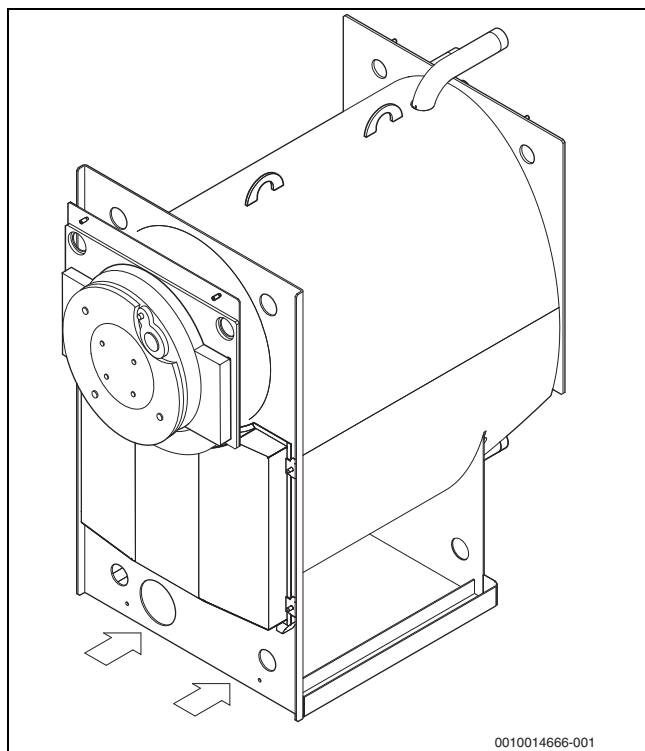

Fig. 5 Transportul cazanului cu motostivuitoarea
- Așezați furca sub pereții frontal și cel posterior al cazanului (→ Fig. 5, pagina 13). Ridicați cazanul încet cu motostivuitoare cu furcă.